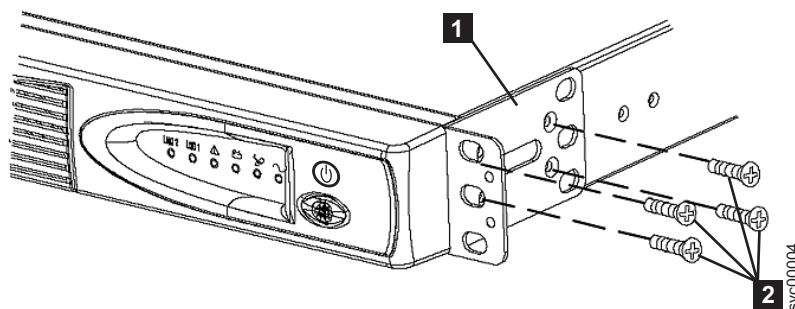

図 25. 2145 UPS-1U 用サポート・レールのラックへの取り付け
2. 取り付けブラケットごとに 4 つの M3 × 6 ねじ **2** を使用して、取り付けブラケット **1** の長い側を 2145 UPS-1U の各側面に取り付けます。図 25 を参照してください。